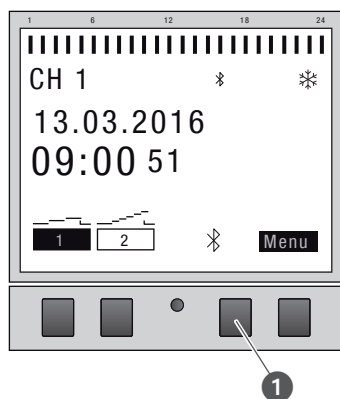

Fig. 24: Ativar/desativar a ligação Bluetooth no temporizador
1. Para ativar a ligação Bluetooth, premir o botão do Bluetooth (fig. 24/ ❶) no temporizador durante aprox. 2 segundos.